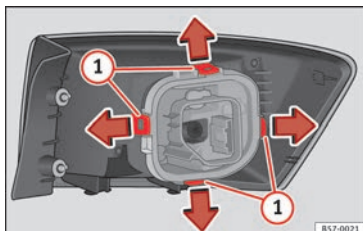

Fig. 112 Linguette di fissaggio nella parte posteriore del fanale di coda.
7. Smontare il portalamпада sbloccando le linguette di fissaggio » **fig. 112 ①**.
① ATTENZIONE